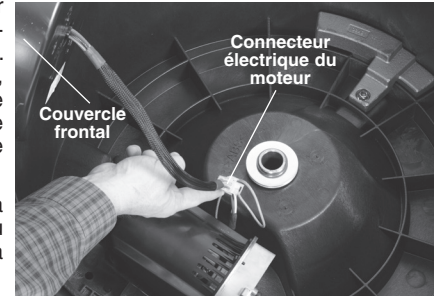

Figure 1 – Ouverture du couvercle frontal du dégorgeoir
2. A l'aide d'une clé Allen de 4 mm, desserrez les vis du couvercle frontal du dégorgeoir (celles-ci restent attachées au couvercle). Ouvrez le couvercle, puis débranchez de connecteur électrique du moteur avant de le retirer (Figure 1).